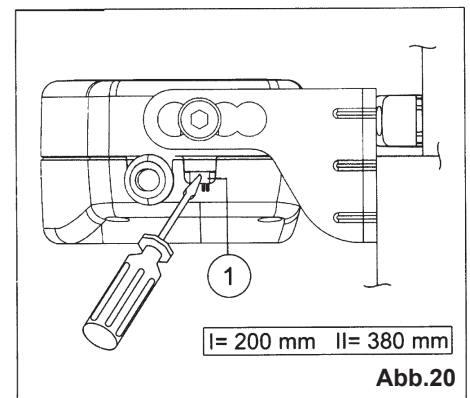

Abb.20
- 11) **Abb. 20-** Den Öffnungshub durch den sich auf der rechten Seite vom Stellantrieb befindenden Schalter (**switch - Bez. 1**) nach der Öffnung vom Flügel einstelle